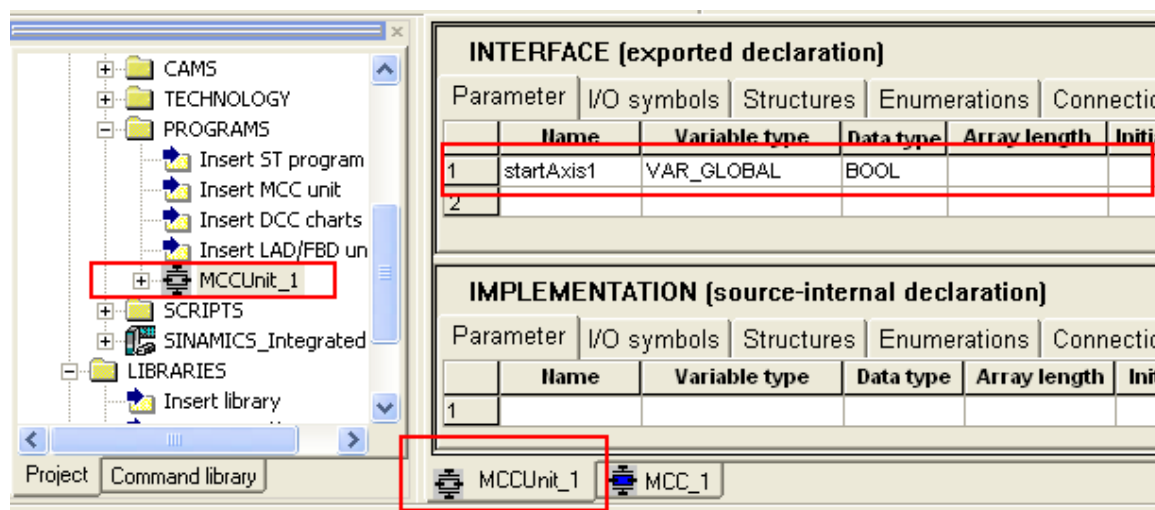

图 2.30 新建变量
(6) 双机 MCCUnit_1, 在 INTERFACE 区域中新建 startAxis1 变量用于启动轴定位命令。如图 2.30 所示。